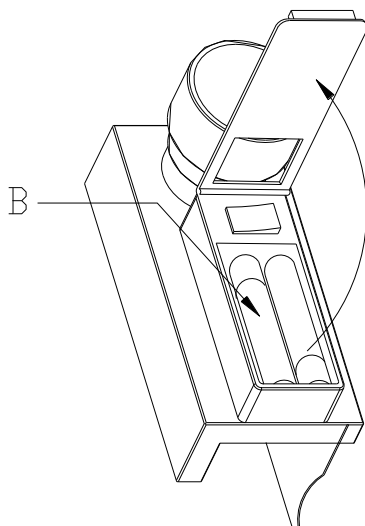

Figure 2
- Pour accéder au compartiment des piles, ouvrir le volet (voir figure 2).